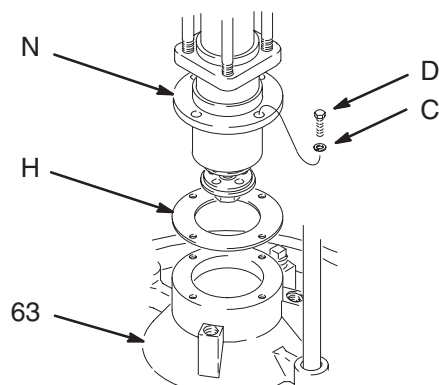

Fig. 6
1. Coloque las ménsulas de montaje (57) de forma que la parte superior de la bomba esté despejada de la viga de soporte (3).
2. Sujete el motor a las ménsulas de montaje (57) o a la placa de montaje con las piezas de sujeción suministradas, según sea pertinente.
3. Afloje los tornillos de fijación de la ménsula de montaje (35), y baje cuidadosamente la bomba hasta que la válvula de admisión esté por debajo de la junta (H), y entonces apriete los tornillos de fijación.
4. Alinee los orificios de la brida del alojamiento de admisión (N) con los de la junta (H) y los de la placa del "ram" (63). Apriete firmemente a la placa del "ram" usando los cuatro tornillos (D) y las arandelas (C). Vea la Fig. 6.